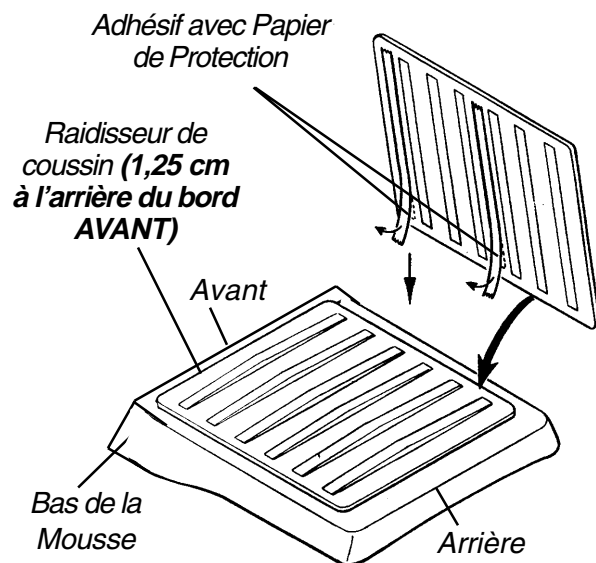

FIGURE 2 - INSTALLER RIGIDIZER
3. Placer la surface de RIGIDIZER grâce à la bande adhésive sur le bas de la mousse (FIGURE 2).
4. Placer le Raidisseur de Coussin à 1,25 cm du bord **AVANT** de la Mousse tout en le centrant par rapport aux côtés gauche et droit (FIGURE 2).
6. Après le marquage de la zone de placement, retirer le papier de protection de l'adhésif du Raidisseur de Coussin et installer le Raidisseur sur le bas (face inférieure) de la Mousse (FIGURE 2).
7. Presser fermement vers le bas afin de faire adhérer le Raidisseur de Coussin à la Mousse (FIGURE 2).